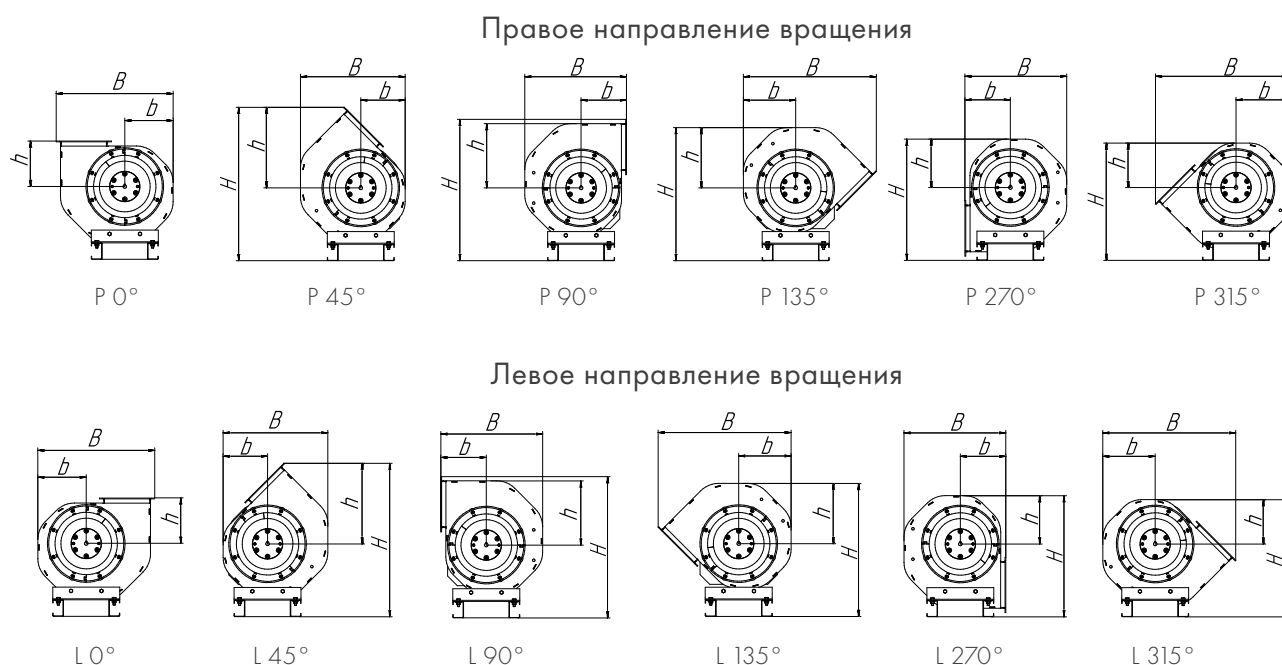

Рисунок 12 – Направление вращения и углы поворота спирального корпуса радиальных вентиляторов в сейсмостойком исполнении
- Углы поворота отсчитывают по направлению вращения рабочего колеса (рисунок 12):